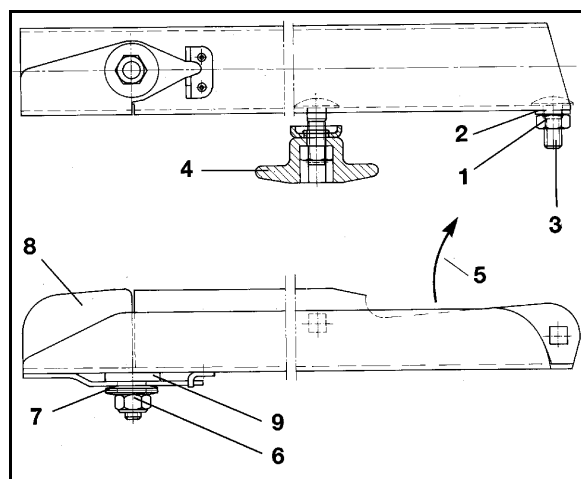

Fig. 86
1. Lösen Sie die selbstsichernde Mutter (Messing CuZn) (Fig. 86/6).
2. Entfernen Sie selbstsichernde Mutter (Fig. 86/6), Tellerfedern (Fig. 86/7) und Schwenkflügel (Fig. 86/8) vom Fixierbolzen.
3. Achten Sie darauf, dass die Kunststoffscheibe (Fig. 86/9) auf dem Fixierbolzen verbleibt.
- 4.1 Schieben Sie den neuen Schwenkflügel (Fig. 86/8) auf den Fixierbolzen.
- 4.2 Schieben Sie die Tellerfedern (Fig. 86/7) wechselsinnig (nicht stapeln) auf den Fixierbolzen.
- 4.3 Sichern Sie Kunststoffscheibe (Fig. 86/9), Schwenkflügel (Fig. 86/8) und Tellerfedern (Fig. 86/7) mit einer unbenutzten selbstsichernden Mutter (Messing CuZn) (Fig. 86/6) beweglich an der Streuschaufel.
- 4.4 Ziehen Sie die selbstsichernde Mutter (Fig. 86/6) mit einem Werkzeug so fest an, dass der Schwenkflügel (Fig. 86/8) gerade noch von Hand verschwenkbar ist, aber im Einsatz nicht selbsttätig nach oben schwenkt.